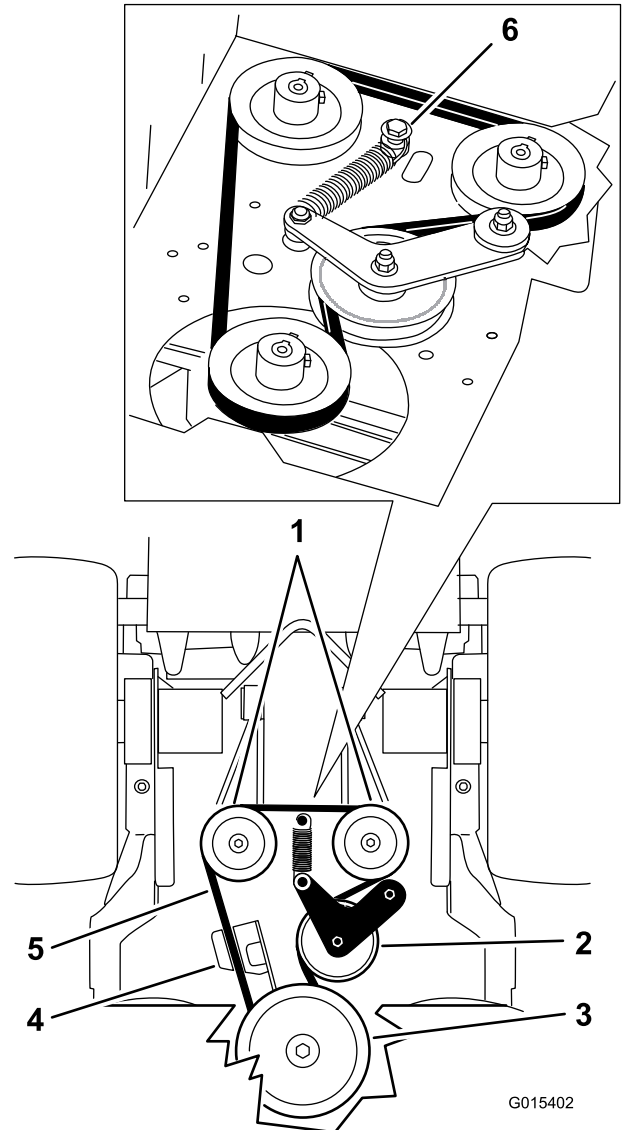

Figura 65
5. Retire el perno de cuello largo, la tuerca y la arandela de la carcasa del motor y del muelle (Figura 65).
6. Retire la correa de transmisión de la bomba (Figura 65).
8. Instale el muelle en el perno de cuello largo y la arandela, y conéctelo a la carcasa del motor con la tuerca (Figura 65).